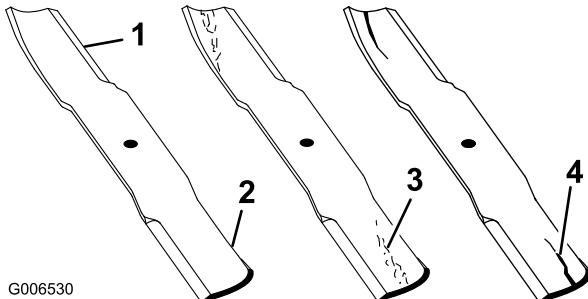

Figure 89
1. Examinez le tranchant des lames (Figure 89). Si les lames ne sont pas tranchantes ou si elles présentent des indentations, déposez-les et aiguisez-les (voir Aiguisage des lames).
2. Inspectez les lames, surtout la partie relevée (Figure 89). Remplacez immédiatement toute lame endommagée, usée ou qui présente une entaille (Figure 89).